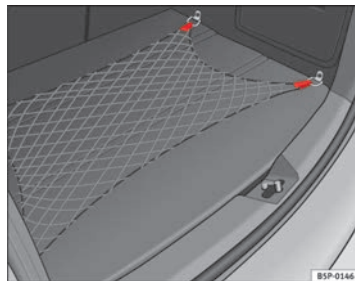

Fig. 109 Rete portaoggetti del bagagliaio ►
- Tutti i bagagli e gli altri oggetti devono essere collocati nel bagagliaio e fissati in modo che non possano muoversi ⇒ **fig. 109**.